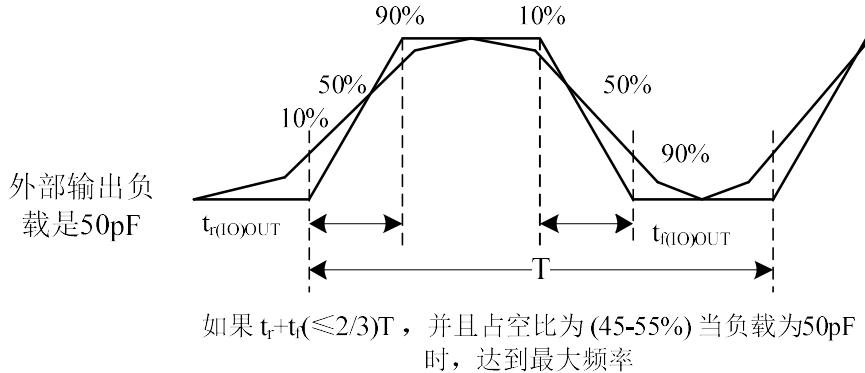

图 19 输入输出交流特性定义
输入输出交流特性的定义和数值分别在图 19 和表 45 给出。
3. 最大频率在图 19 中定义。